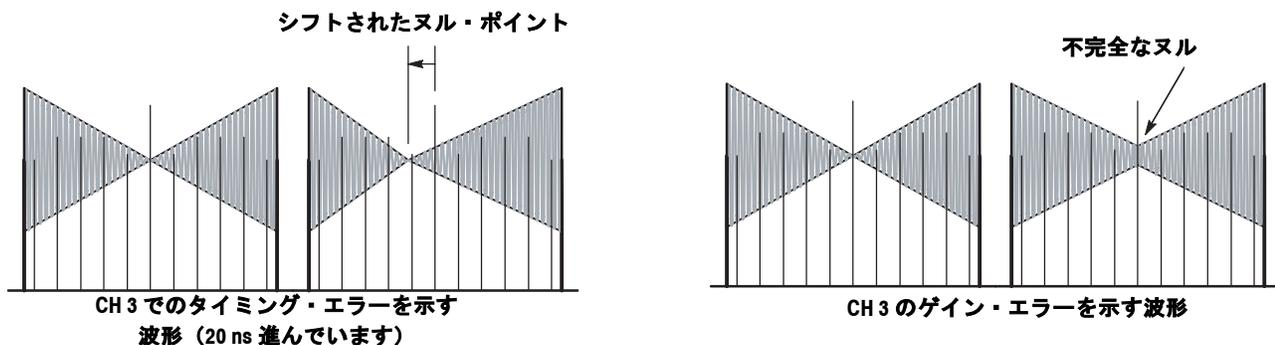

図 3-6 : タイミングおよび相対ゲインのエラーを示すボータイ波形
**タイミング測定。** タイミング測定は、中心マーカと波形の中心にあるヌル・ポイントの配置に基づいています。中心マーカはゼネレータによって生成され、チャンネル間タイミングが正しい場合はヌル・ポイントを軸とします。図 3-6 では、クロミナンス・チャンネルの CH 3 (Pr) が、ルミナンス・チャンネルに対して 20 ns 進んでいます。
**相対ゲイン・チェック。** 相対ゲイン・チェックは、ボータイ波形の中心にあるヌル・ポイントに基づいています。ゲインが等しくない場合、中心のヌル・ポイントは完全なヌルにはなりません。ゲイン・エラーが CH 1 にある場合、どちらの波形も完全なヌルにはなりません。CH 2 ゲインがオフの場合は、左側の波形は完全なヌルにはなりません。図 3-6 のように CH 3 のゲインがオフの場合には、左側の波形は正常で、右側の波形は完全なヌルにはなりません。